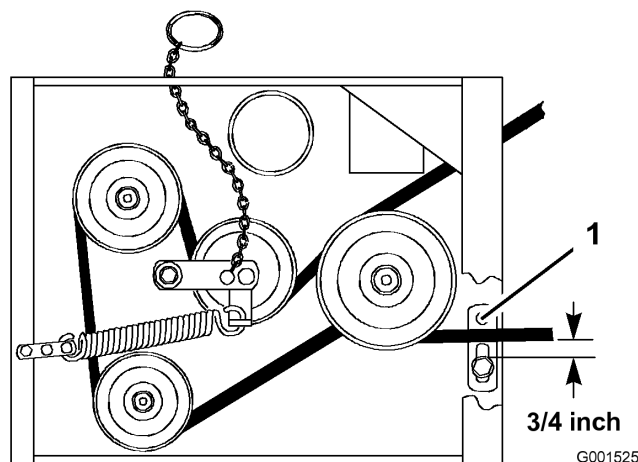

Figure 51
13. Vérifiez que le guide-courroie sous le bâti du moteur est réglé correctement (Figure 51).
Remarque: Le guide-courroie et la courroie du plateau de coupe doivent être espacés de 19 mm (3/4") quand la courroie est engagée (Figure 51). Réglez la courroie du plateau de coupe au besoin. La courroie désengagée ne doit pas traîner ni tomber de la poulie quand les guides sont réglés correctement.